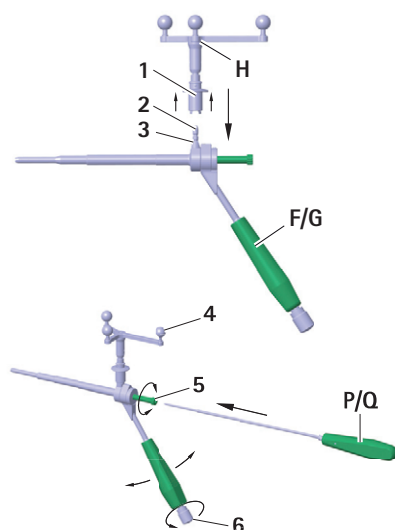

Fig. 2 Montarea unității în formă de stea Aesculap pe ghidajul de burghiu S⁴C FW664R/FW665R
► Pentru a asigura imaginea nerestricționată a camerei asupra sferelor cu repere reflectorizante, slăbiți butonul **6** de pe mânerul S⁴C al ghidajului de burghiu S⁴C **F/G** și rotiți unitatea în formă de stea Aesculap **H** în poziția dorită, vezi Fig. 2.
- Pentru a asigura imaginea nerestricționată a camerei asupra sferelor cu repere reflectorizante, slăbiți butonul 6 de pe mânerul ghidajului de burghiu S⁴C F/G și rotiți unitatea în formă de stea Aesculap H în poziția dorită, vezi Fig. 2.